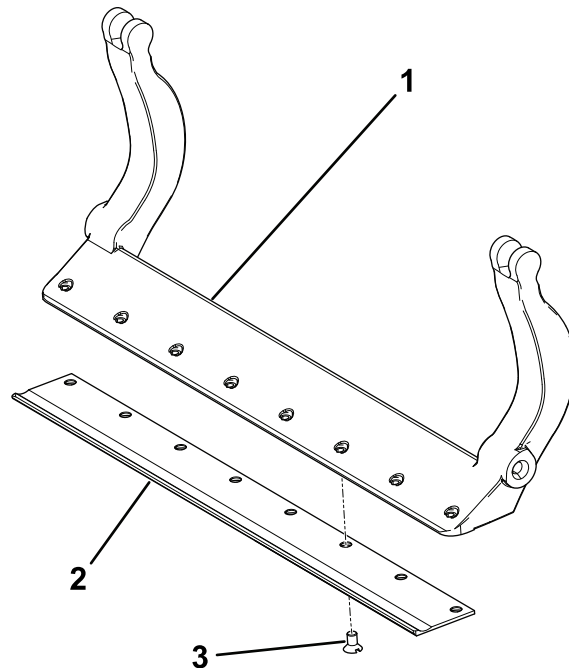

Figura 32
3. Aplique composto antigripagem nos parafusos e instale a lâmina de corte na barra de apoio da seguinte forma (Figura 32):